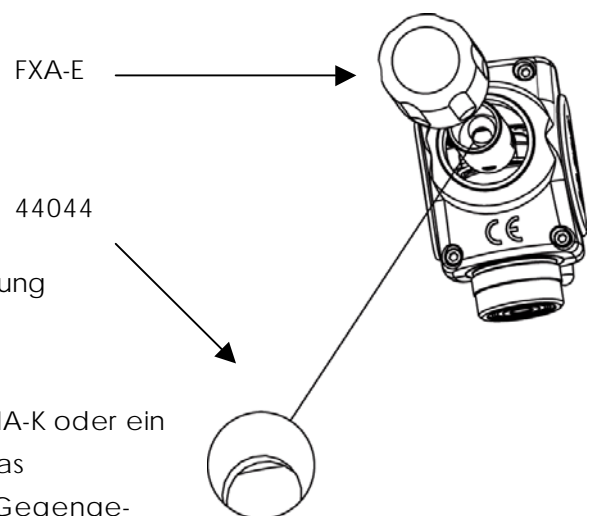

Abb. 11 Symbolzeichnung
13. Das Gegengewichtsgehäuse (FXA-E) abschrauben (siehe Abb. 11).